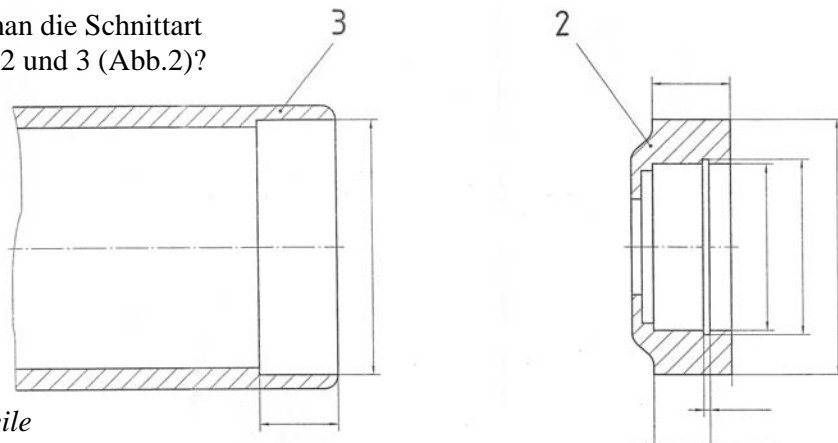

Abb.2: Einzelteile
- 23) a) Wie nennt man die Schnittart der Einzelteile 2 und 3 (Abb.2)?